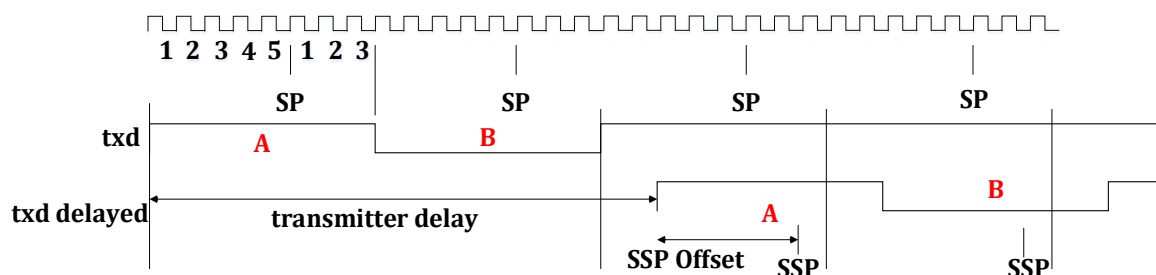

图 21-19 发射机延迟
图 21-19 给出了一个发射节点延迟比较大的例子。在该图中，显示了一个 txd 数据流，从位 A 和 B 开始。1bit 时间由 $t_{Seg1} = 5$ TQ 的采样点 (SP) 之前的时间和 $t_{Seg2} = 3$ TQ 的采样点之后的时间组成。在本例中，发送节点延迟大于 2 bit 时间。因此，使用原始采样点 SP 不能进行正确的采样。CAN FD 规范定义了一个附加的辅助采样点 (SSP)。如果 TDCEN=1 启用 TDC，CAN 控制器自动确定发送延迟。SSP 的位置是发送延迟加上 SSPOFF 定义的偏移量。SSPOFF 以 TQ 为单位，建议设置 t_{Seg1} 等于 SSPOFF。F_SEG_1 定义了数据波特率的 t_{Seg1} 。在图 21-19 中 F_SEG_1=3, 选择 SSPOFF=5